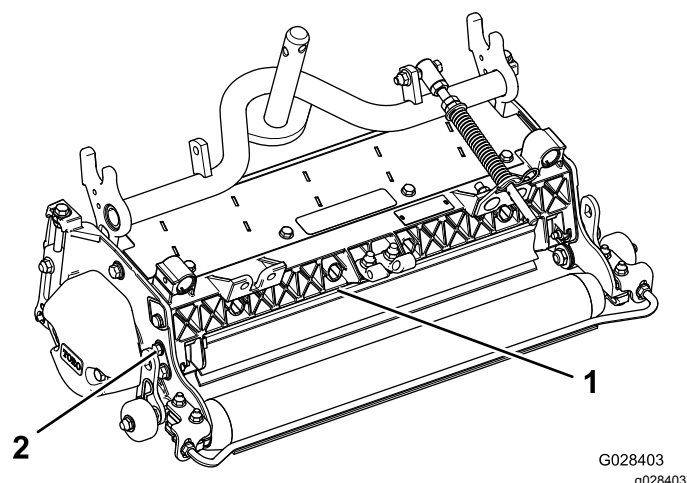

图11
1. 松开挡草罩枢轴上的螺栓 图11。
2. 将挡草罩旋转至所需设置然后拧紧螺栓 图11。